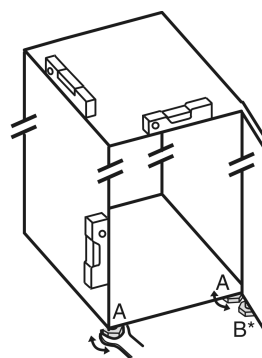

Fig. 51
- Seřizovací nožky Fig. 51 (A) vyšroubujte pomocí příloženého vidlicového klíče a pomocí vodováhy, dokud nebude spotřebič pevně vyrovnaný.
- Seřizovací nožku Fig. 51 (B) na stojanu ložiska vytáchejte pomocí příloženého vidlicového klíče, až dosedne na zem.
- Seřizovací nožku Fig. 51 (B) otáčejte dál o 90°.